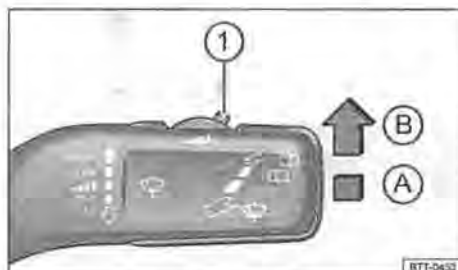

Fig. 67 Leva del tergicristallo sul lato destro del pannello dello sterzo
Mettere la leva nella posizione desiderata → fig. 67:
La sensibilità del sensore di luminosità e pioggia è regolabile manualmente per mezzo dell'interruttore presente sulla leva del tergicristallo → fig. 67 ① → ▲.